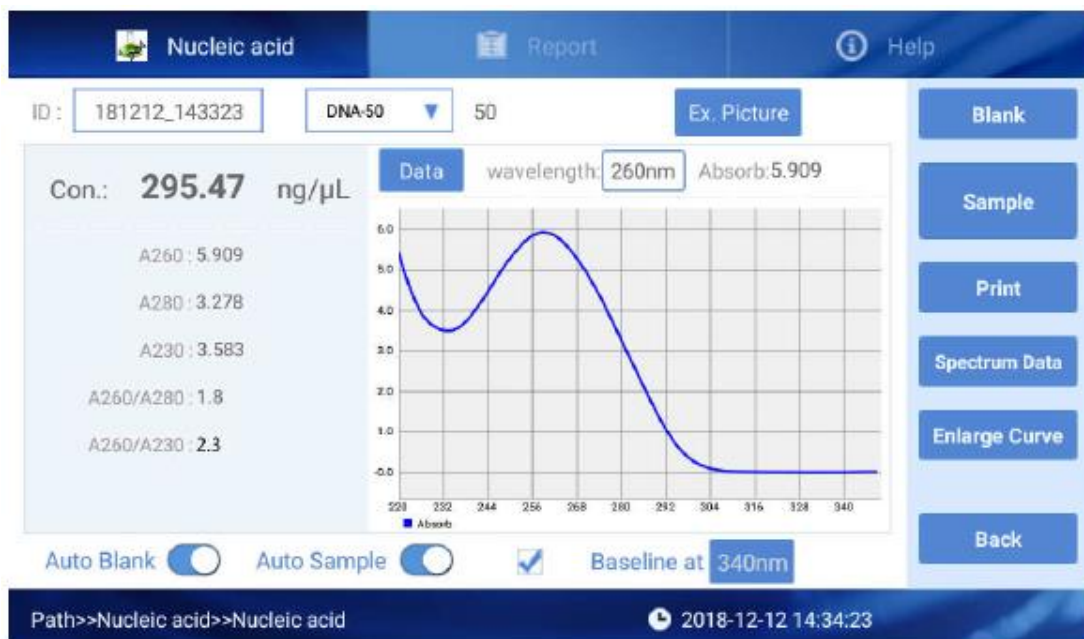

Рис. 4.4. Результат измерения нуклеиновых кислот
- ① Выберите номер партии и тип нуклеиновой кислоты.
- ② Бумажной салфеткой очистите верхний и нижний пьедесталы. Введите 2 мкл буферного раствора, чтобы провести холостое измерение.
- ③ Бумажной салфеткой очистите верхний и нижний пьедесталы от буферного раствора.
- ④ Измерьте пробу объемом 2 мкл. Нажмите на «Measure», после чего перейдите в окно на рис. 4.4.
3) Данные результатов детектирования отображаются в соответствии с рис. 4.4. **Концентрация:** концентрация нуклеиновой кислоты.